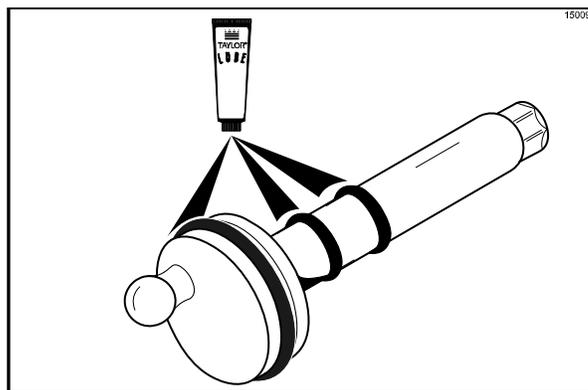

图 155
13. 将大号黑色止漏圈和两个小号黑色止漏圈套在传动轴的环槽内，充分润滑这些止漏圈和轴心，不要润滑传动轴的六角端。（见图 155。）